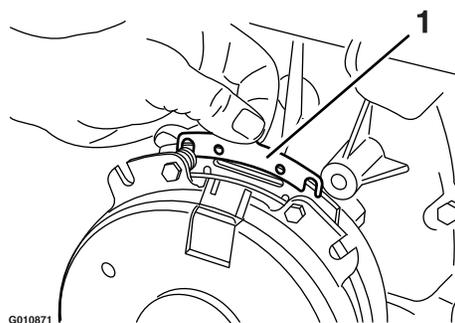

**Figura 78**
- A. Afloje ambos pernos de montaje del freno entre media y una vuelta, tal y como se muestra en la Figura 78.